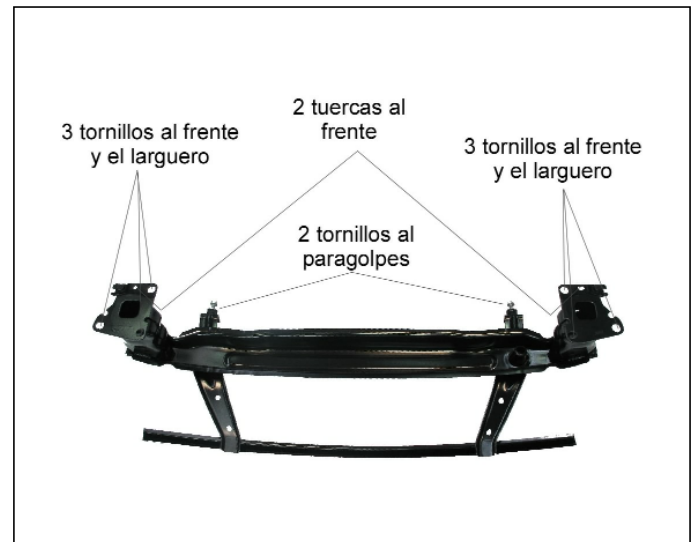

Figura 6.- Unión del alma de paragolpes delantero
En la figura 6, se muestra la unión del alma de paragolpes con el resto de la carrocería.
- Alma de paragolpes (ver figura 6).